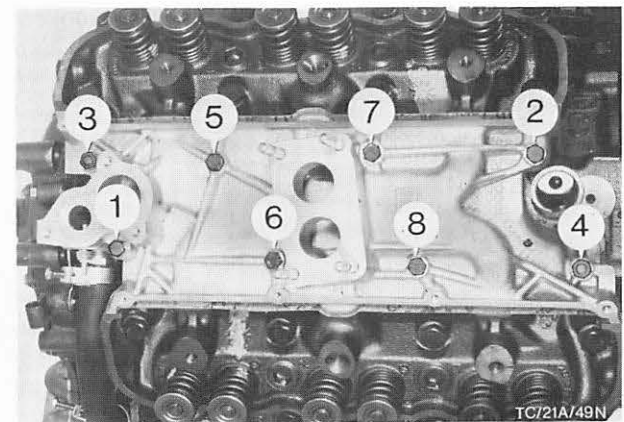

Abb. 211 Anzugsreihenfolge – Ansaugkopf
15. Ansaugkopf aufsetzen, Schrauben und Muttern einführen und mit vorgeschriebenem Drehmoment in vier Stufen nach Schema, Abb. 211, festdrehen (siehe Techn. Daten). Bypass-Schlauch anbringen.